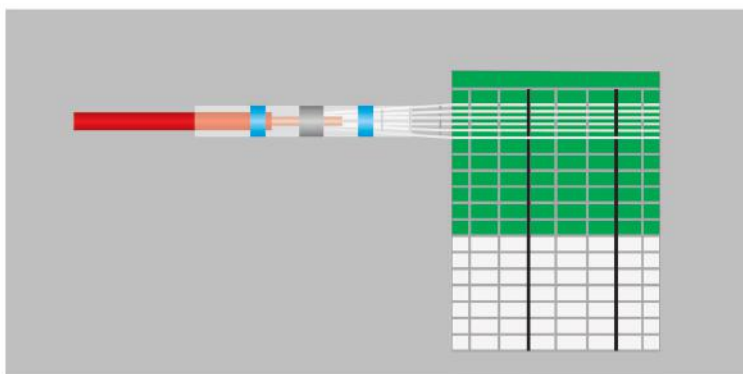

Рис. 10
5.4.16. Сместите гильзу так, чтобы оголенный медный провод был между двух синих отметок на гильзе (см. рис. 10).